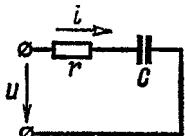

рис. 11
12. К последовательно соединенным резистору с сопротивлением  $r = 120 \text{ Ом}$  и конденсатору емкостью  $C = 30 \text{ мкФ}$  подведено напряжение  $u = 311 \sin 314t$  (рис.11). Вычислить полное сопротивление цепи, действующие значения напряжения и тока, мощность, расходуемую в цепи, реактивную мощность и разность фаз напряжения и тока. Построить векторную диаграмму напряжений и тока. Построить кривые мгновенных значений приложенного к цепи напряжения  $u$ , тока  $I$ , активной составляющей напряжения  $u_a$ , реактивной  $u_c$ , активной мощности  $P_a$ , реактивной  $P_c$  и полной мощности  $P$ , энергии электрического поля  $W_c$ .